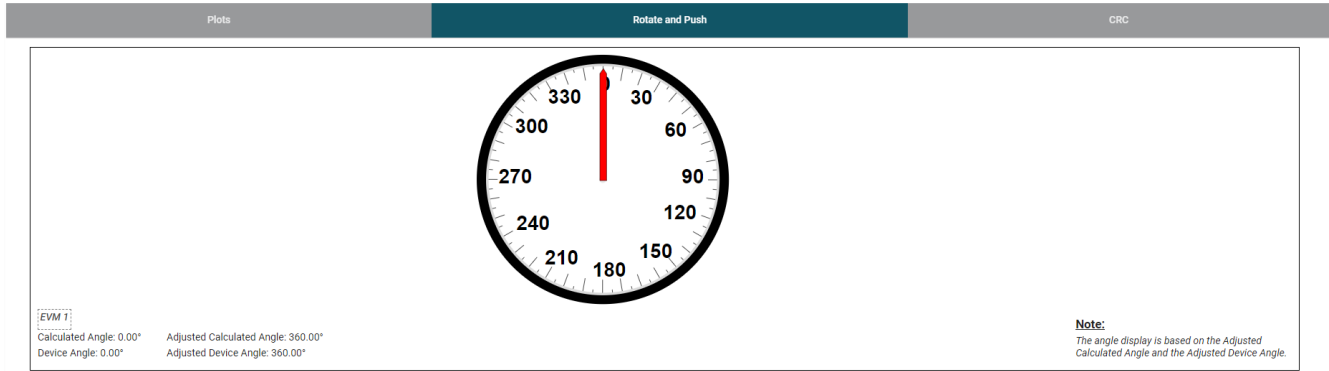

图 3-13. 旋推 GUI 页面
3. 转到 **Results Data** 页面中的 **Rotate & Push** 选项卡 (请参阅图 3-13)。